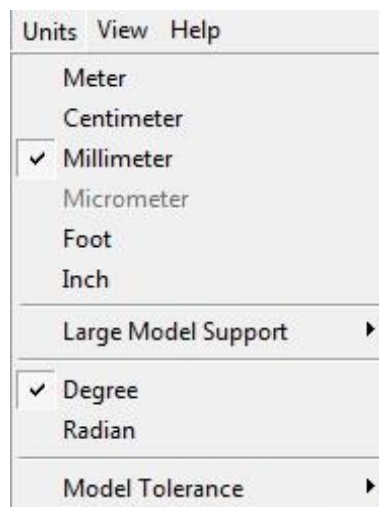

Рис. 6. Панель *Units*
- **Units** – вибір одиниць вимірювання (рис. 6).